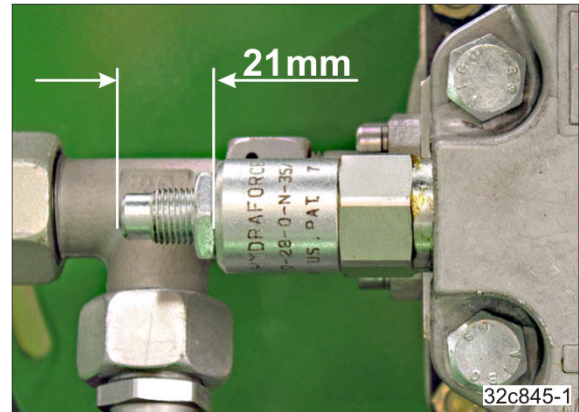

Fig. 158
2. Das Druckbegrenzungsventil auf das werkseitig eingestellte Maß „21 mm“ (Fig. 158) einstellen.